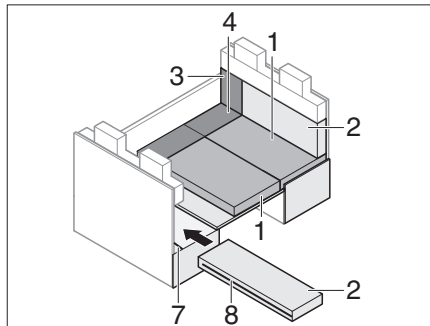

Bild 212 Während des Umbaus
- Reißverschluss (Bild 212,8) am Rückenpolster öffnen.
- Schlitz im Rückenpolster über ISOFIX-Traverse (Bild 212,7) stecken.